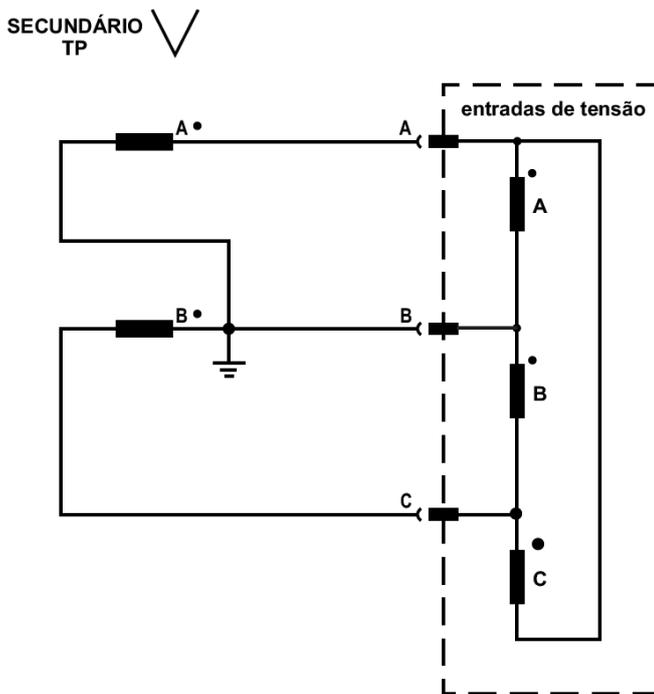

Figura 4: Secundário do transformador de potencial (TP) fechado em delta aberto _ V
- secundário do transformador de potencial (TP) fechado delta aberto - ∇ (vide figura 4).